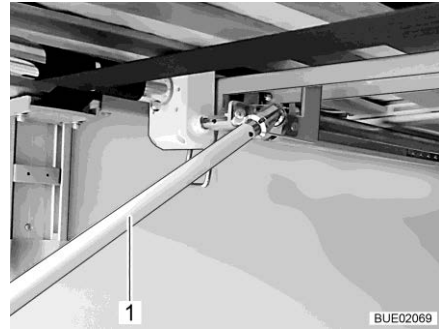

Bild 137 Vev i bakre lastutrymmet
- För att höja sängen: Vrid veven (Bild 137,1) medurs.
För att sänka sängen: Vrid veven (Bild 137,1) moturs.